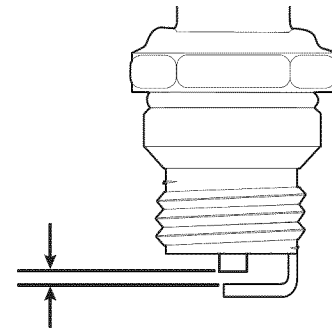

Fig. 20
4. Use un calibrador de hoja para ajustar abertura de la bujía a **0.025 pulgadas (0.635 mm)** (Fig. 20).